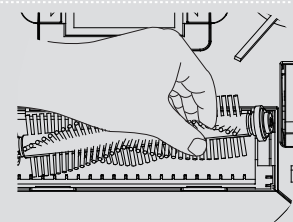

Fig. 13
3. Sollevare il fermo della spazzola rotante **[Fig. 13]**
5. Rimontare la nuova spazzola rotante, assicurandosi che sia correttamente inserita. **[Fig. 13]**
6. Rimontare la spazzola rotante, assicurandosi che sia correttamente inserita. **[Fig. 13]**